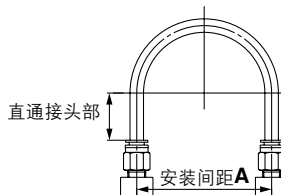

图1 推荐配管图
- ①配管时使用快换管接头的场合, 请按图1的推荐配管条件, 保证管子的长度要有余量, 进行配管。